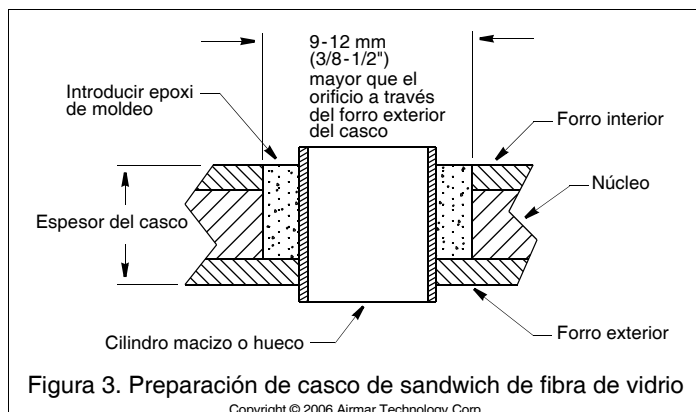

Figura 3. Preparación de casco de sandwich de fibra de vidrio
2. Con una broca hueca de 51 mm o 2", recorte el orificio desde el exterior del casco únicamente a través del forro exterior (Figura 3).